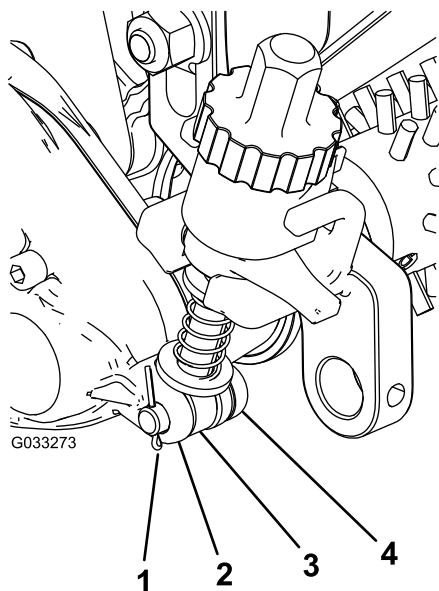

Рисунок 19
3. Введите шток рычага регулятора в сборе в зазор на блоке привода механической щетки и закрепите его при помощи штифта регулятора и шплинта (Рисунок 19).